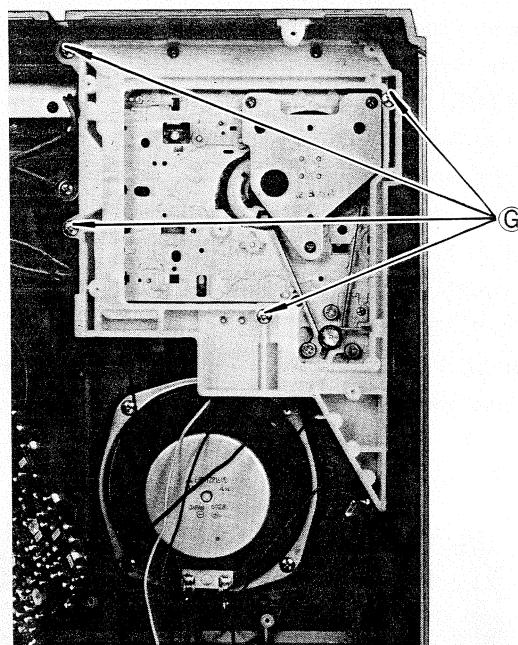

Fig. 7 Abb. 7
1. Remove 4 screws ⑦ as shown in Fig. 7
1. Die in Abb. 7 gezeigten 4 Schrauben ⑦ entfernen.